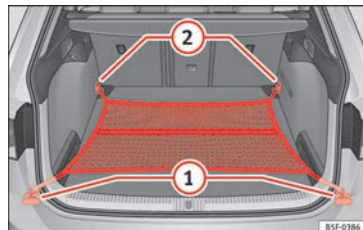

Bild 177 I bagageutrymmet: Nätpåse fastkro-
- Lyft de främre fästögloarna » **bild 177** (2).
- Säkra nätkrokarna i fästögloarna (2) » ⚠. Påsens blixtlås ska ligga uppåt.
- Säkra nätkrokarna i fästögloarna (1).